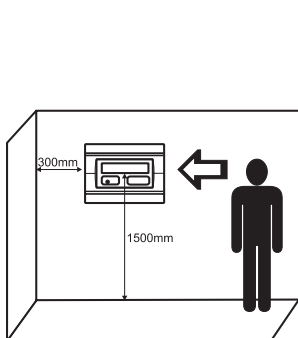

Figure 1.
- Sélectionnez le meilleur emplacement pour la centrale, loin de toute source de chaleur, de la poussière environnementale et d'entrées d'eau potentielles, avec une température ambiante comprise entre -5 °C et + 50 °C (voir la figure 1).